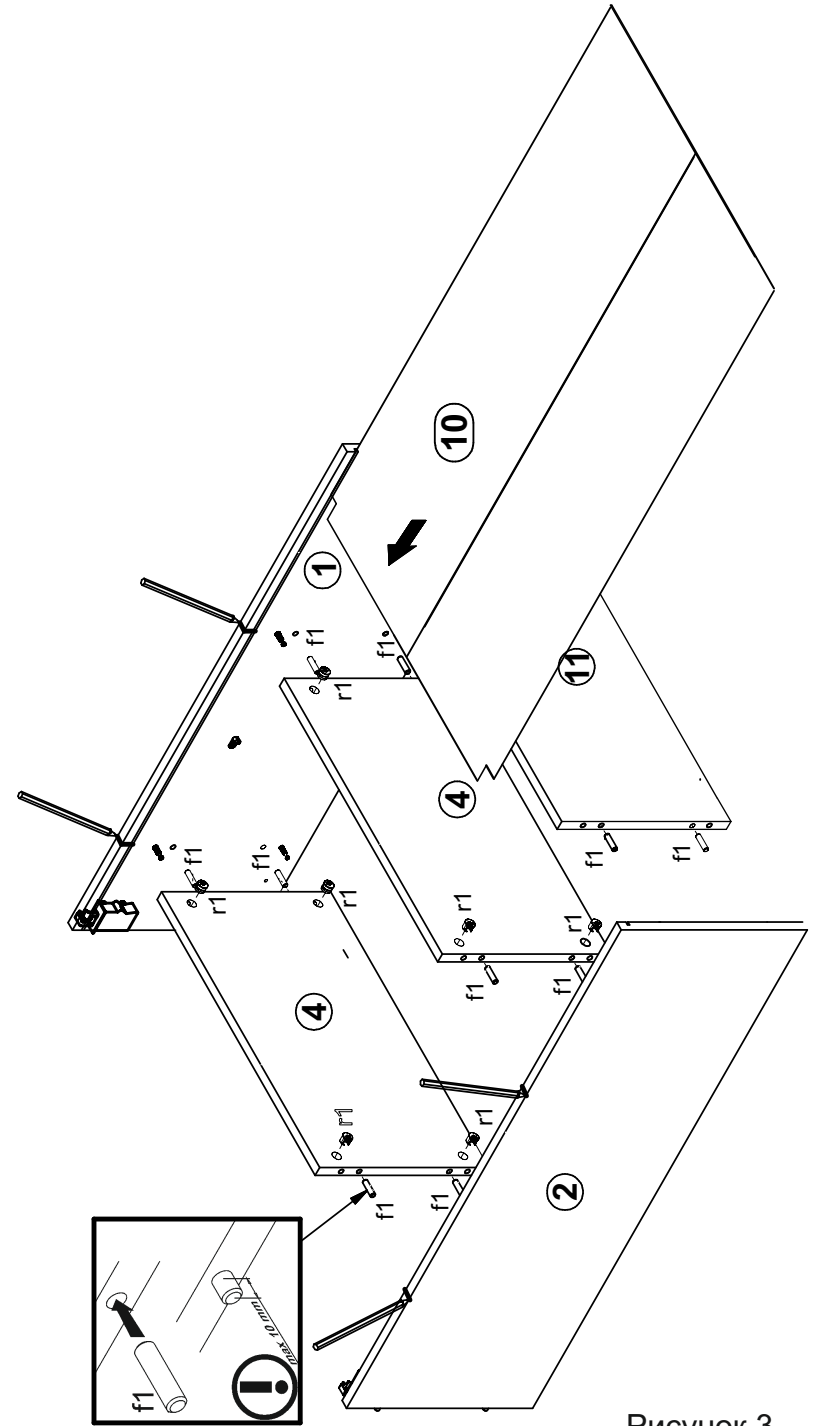

Рисунок 3
4.6. В отверстия  $\varnothing 15$  мм на внутренних поверхностях стенок боковых 1,2, нижней поверхности полок соединительных 4 и верхней поверхности полки соединительной 11 вставить стяжки эксцентриковые r1 (см. рис. 3).
4.8. Соединить детали 1, 2, 4, 11, предварительно вставив стенку заднюю 10 в пазы детали 1, 2, 11, и затянуть стяжки эксцентриковые r1, пользуясь отверткой (см. рис.3).